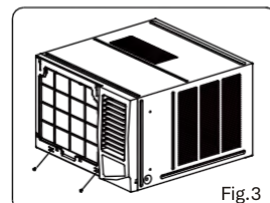

Fig.3
1. Retirez les deux vis au bas du cadre (voir la figure 3).